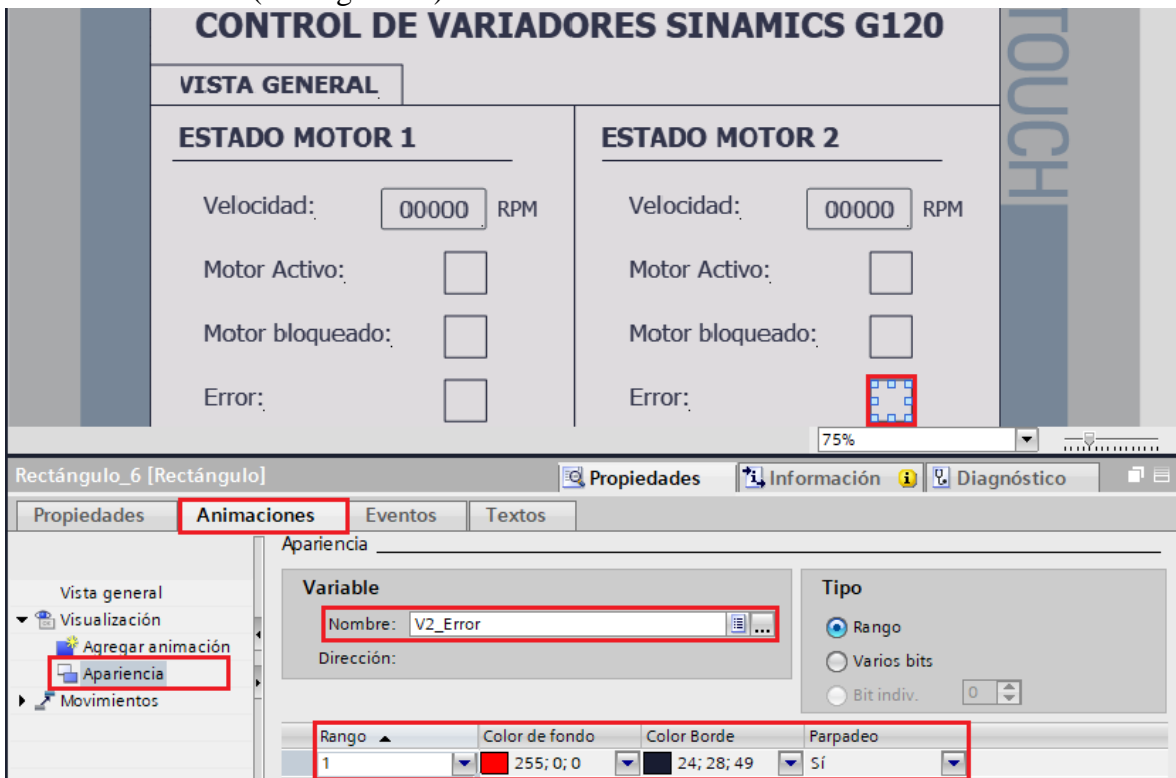

Figura 46. Configuración estado Error.
- En “Rango” seleccionar “1”, en “Color de fondo” seleccionar el color “Rojo” y en “Parpadeo” seleccionar “Si” (ver Figura 46).